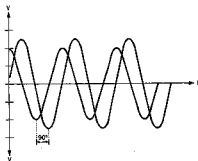

Fig.4
5. Am Oszilloskop müssen nun sinusförmige Signale (V-out) sichtbar sein (siehe Bild 4) die nach ca. 2 s symmetrisch um die O-Achse liegen und 90° phaserverschoben sind. Die Amplituden dieser 2 Signale dürfen höchstens ein Verhältnis von 1 : 2 aufweisen.